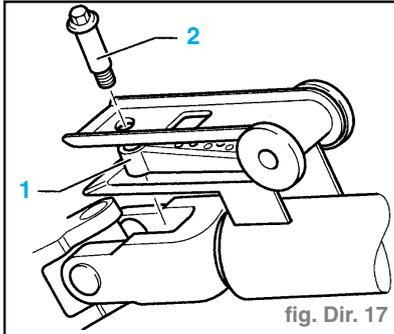

fig. Dir. 17
- Installer la nouvelle douille de palier (1) et mettre la vis autocassante (2) (fig. Dir. 17).